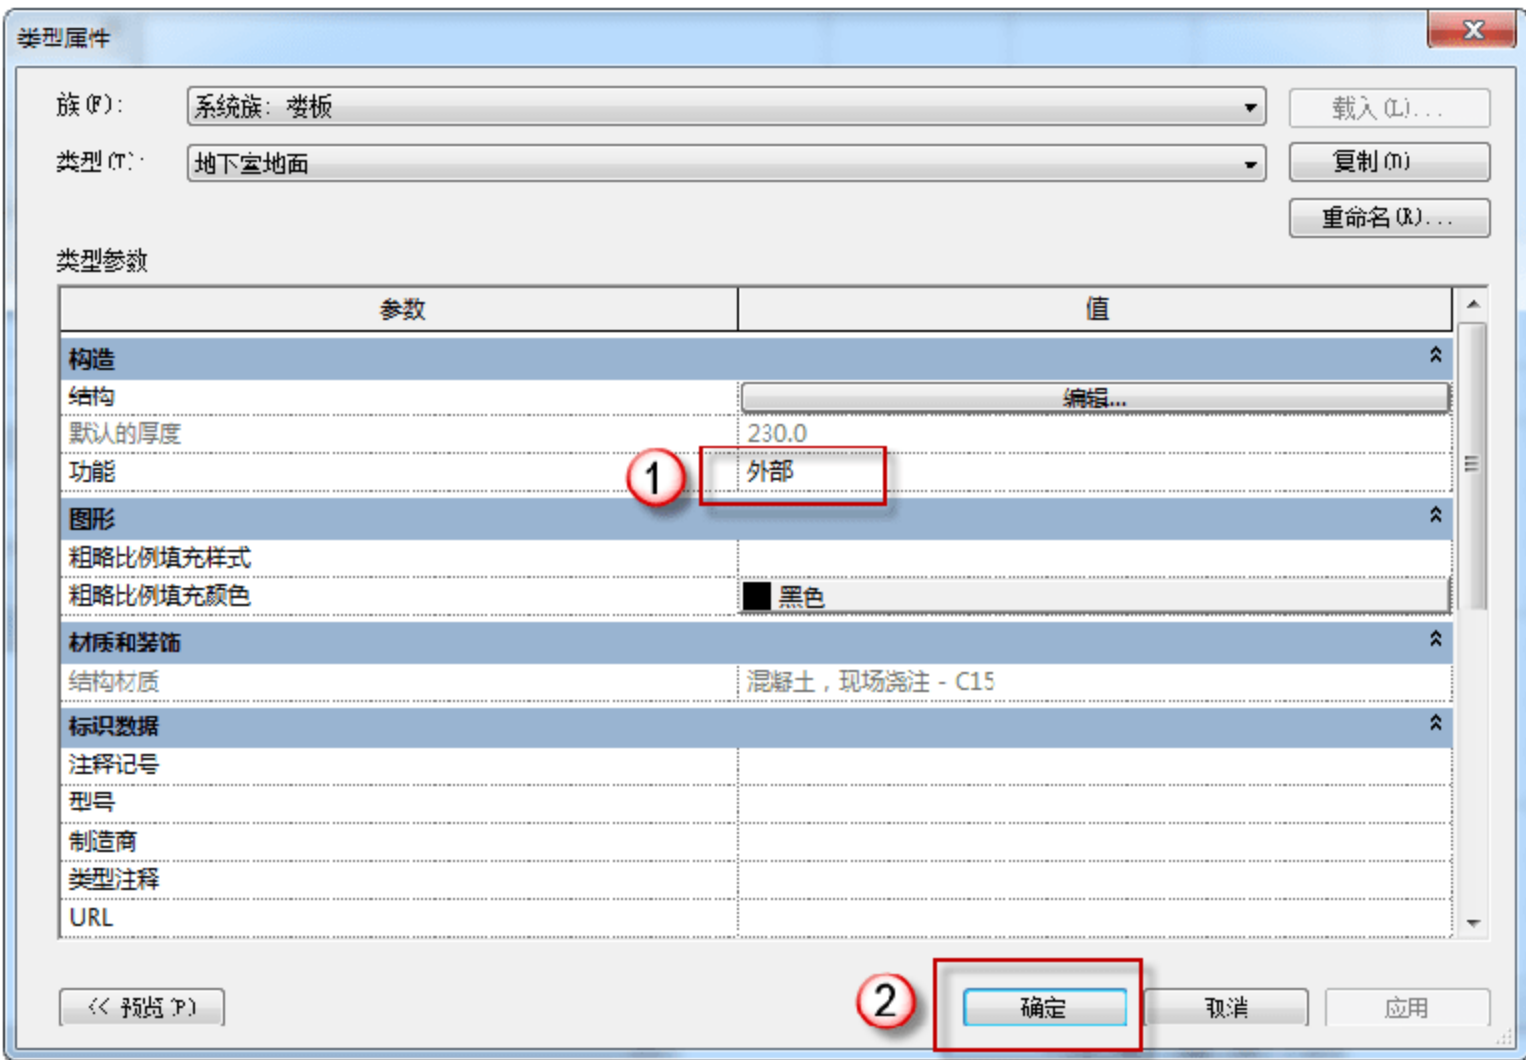

图 9.2.17 完成“地下室地面”的编辑
(15) 完成“地下室地面”的编辑。在“类型属性”对话框中，选择“功能”参数后“无”→“外部”，然后单击“确定”按钮，如图 9.2.17 所示。